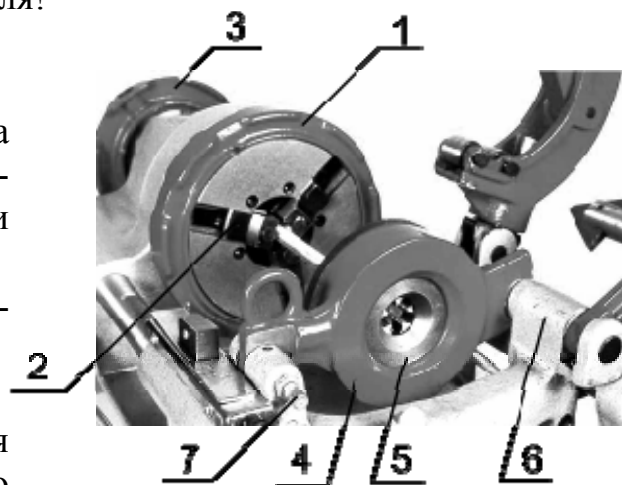

Рисунок 8.
- После схода плашки (**5** рис. 8.) с заготовки выключите вращение шпинделя снимите готовую деталь со станка.